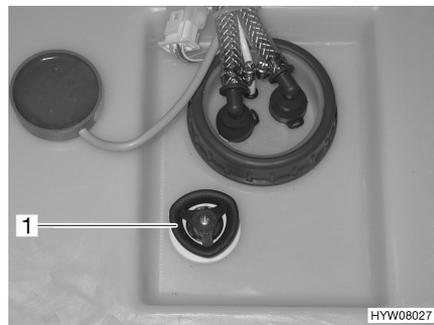

Bild 81 Wassertank mit Drehgriff
- Auf dem Wassertank den Drehgriff (Bild 81,1) entgegen dem Uhrzeigersinn über den Widerstand hinaus bis zum Anschlag drehen, um die Ablauföffnung vollständig zu öffnen.